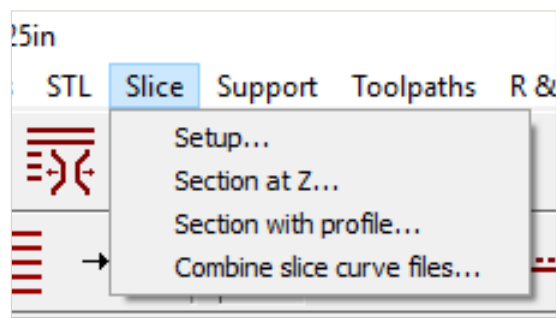

Figura 1. Posizione del menu per i file *Combina i file delle curve tagliate*.
2. Selezionare *Combina i file delle curve tagliate* per combinare due file SJB (Figura 1). Tale operazione deve essere eseguita con un file SJB già aperto.